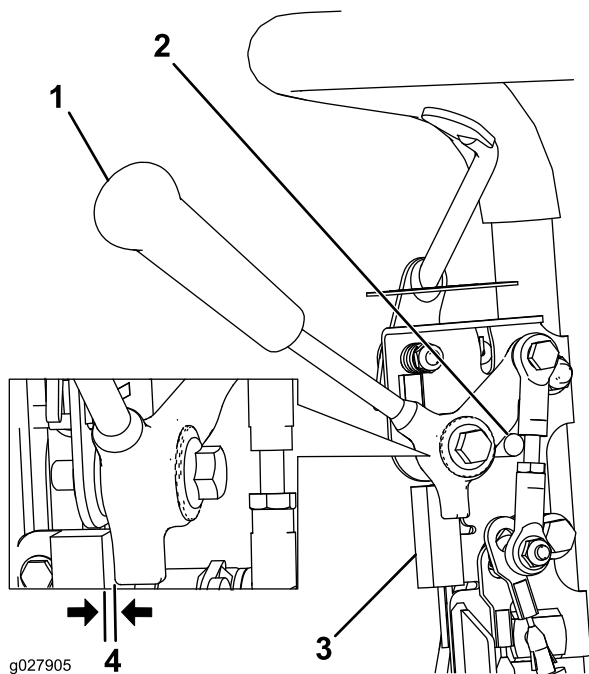

Figure 30
1. Coupez le moteur, désengagez le levier de commande de déplacement et appuyez-le contre la butée de point mort (Figure 30).
2. Desserrez les fixations du contacteur de sécurité (Figure 30).
3. Placez une cale de 0.8 mm d'épaisseur entre le levier de commande de déplacement et le contacteur de sécurité (Figure 30).